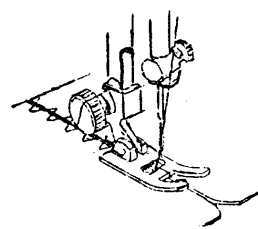

Рис. 28
5.10. Сшивание встык зигзагообразной или трехстежковой строчками (рис.28).